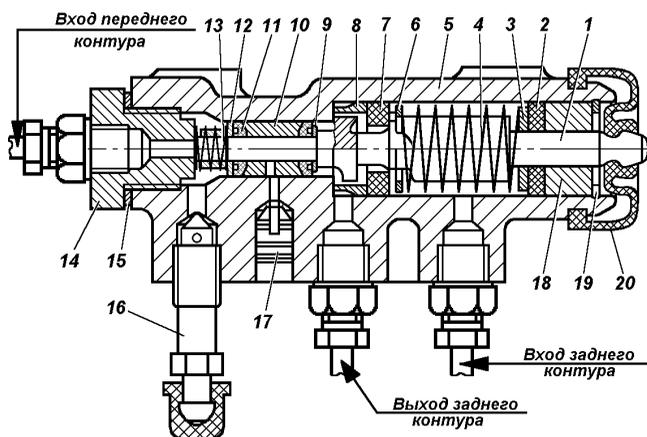

Рис. 7.14. Регулятор давления:
**Регулятор давления\*** (рис. 7.14) автоматически корректирует давление тормозной жидкости в контуре тормозных механизмов задних колес в зависимости от нагрузки на автомобиль, предотвращая занос автомобиля из-за блокировки задних колес при интенсивном торможении.
Обращать внимание при осмотрах гидропривода на расположение контрольной заглушки 17 (рис. 7.14) и отсутствие подтекания из-под нее тормозной жидкости. В нормальном состоянии заглушка должна быть утоплена в отверстие корпуса регулятора до упора. При выступании заглушки из отверстия и подтекании тормозной жидкости регулятор подлежит ремонту или замене.
поршня 1 (рис. 7.14) регулятора, повернуть болт на 2/3 оборота (4 грани головки болта) и затянуть контргайку.